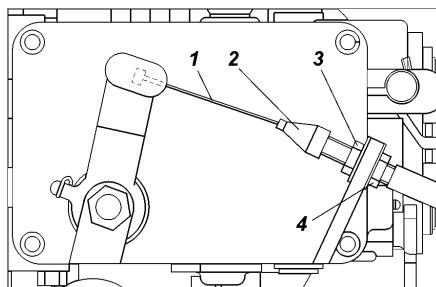

Рис. 9.38. Регулировка привода педали акселератора:
**Привод педали акселератора** в процессе эксплуатации может потребовать регулировки натяжения троса. Для натяжения троса отверните гайку 3 (рис. 9.38) и затяните гайку 4.